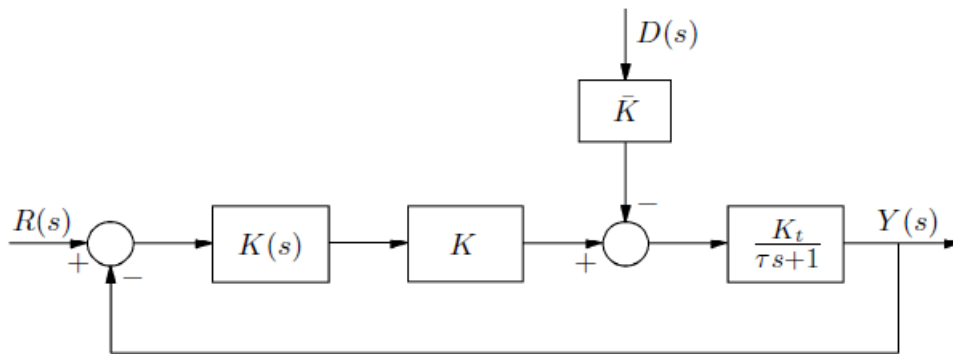

Figura 2: Diagrama de blocos para o sistema da Questão 9.
9. Construa um arquivo no MATLAB/Simulink para fazer a simulação do sistema da Figura 2, onde $K = 127.9$, $K_t = 0.0056$, $\tau = 0.026$ e $\bar{K} = 451.8$, para as seguintes situações: